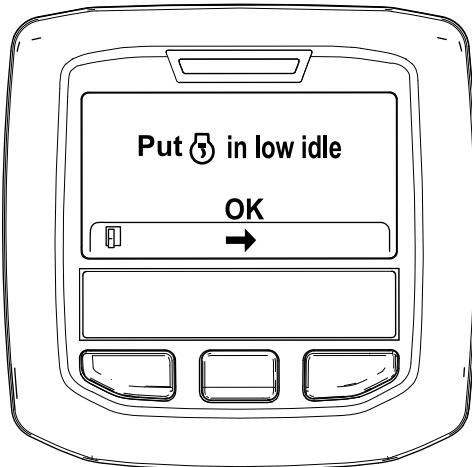

Figura 45
6. Mueva el control del acelerador en RALENTÍ BAJO y pulse el botón central (Figura 45).